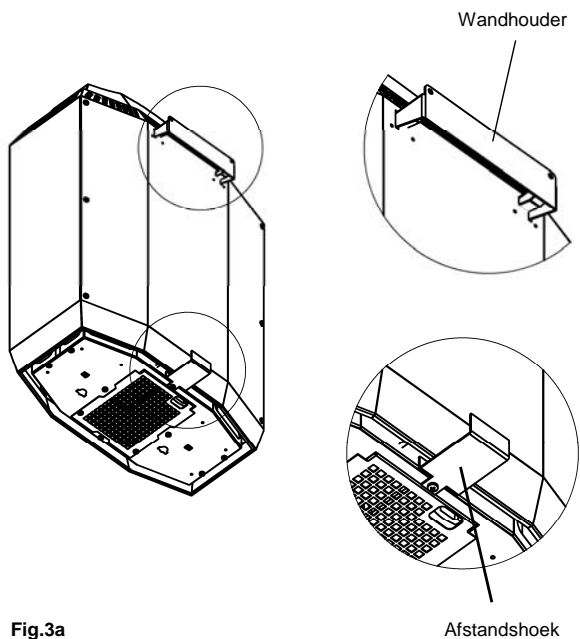

Fig.3a
- Om de afstandshoek te monteren, een schroef uit de bodemplaat schroeven en de afstandshoek op deze plek vastschroeven (zie fig.3a).